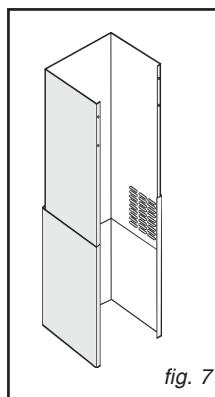

fig. 7
- Bei der Abluftversion ist das obere Rohr umzudrehen, damit sich die Lufтаustrittsgitter unten befinden (Abb.7).